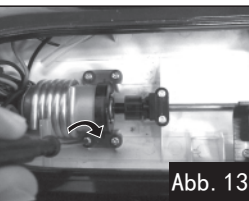

Abb. 13
13. Den Motorträger wieder anbringen, den Propeller auf Leichtigkeit prüfen und mit Schrauben befestigen, Abb. 13.